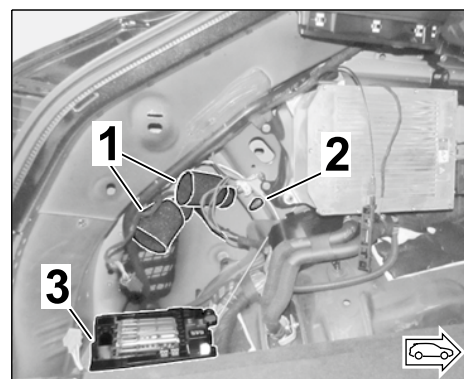

Рис. 4
- 1.4 Высвободить разъем В (6-контактный) / разъем С (10-контактный) автокомплекта тягово-цепного устройства в области блока предохранителей в багажном отсеке (⇒ *Рис. 4*).